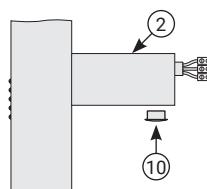

Рис.3
4.2.2. При подключении через скрытую проводку необходимо отсоединить витой кабель от клеммной колодки (см. рис. 3 «9»).
4.2.3. Установить круглую заглушку на нижней стороне коробки скрытого подключения вместо заглушки с отверстием (см. рис. 3 «10»).